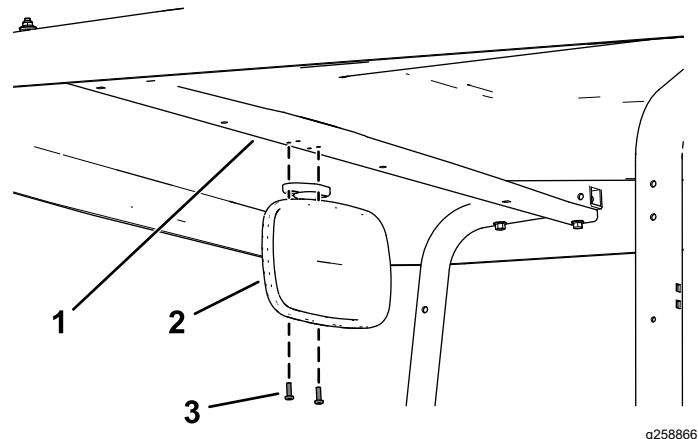

Figura 1
2. Fissate il gruppo specchietto alla staffa di supporto del tettuccio utilizzando le 2 viti Phillips (n. 10 x 5/8"), come illustrato nella Figura 1.